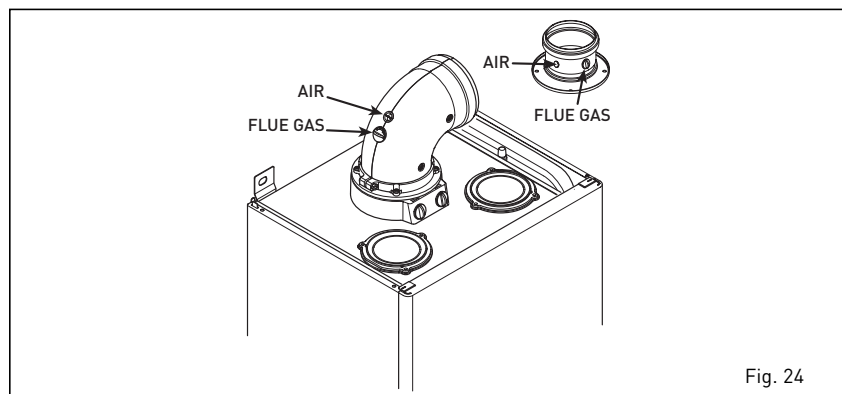

Fig. 24
**4.8.1 Combustion Check (fig. 24)**